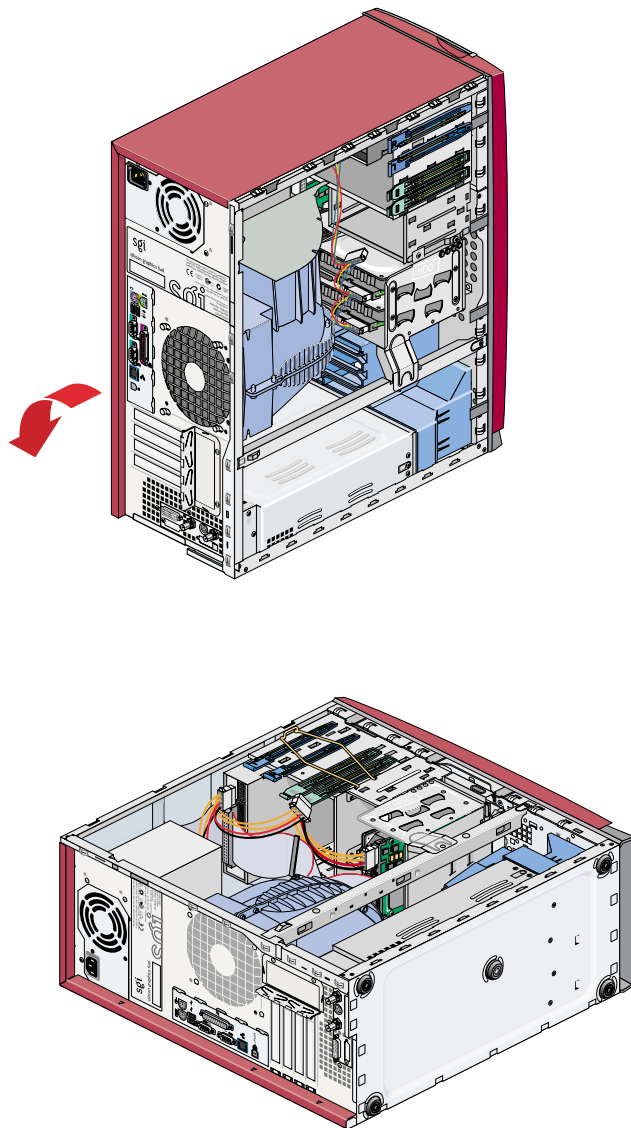

Abbildung 4-5 Ablegen des Systemgehäuses
5. Legen Sie das System vorsichtig auf seine rechte Seite, siehe Abbildung 4-5. Der Zugang zu den internen Komponenten der Workstation wird dadurch erleichtert.